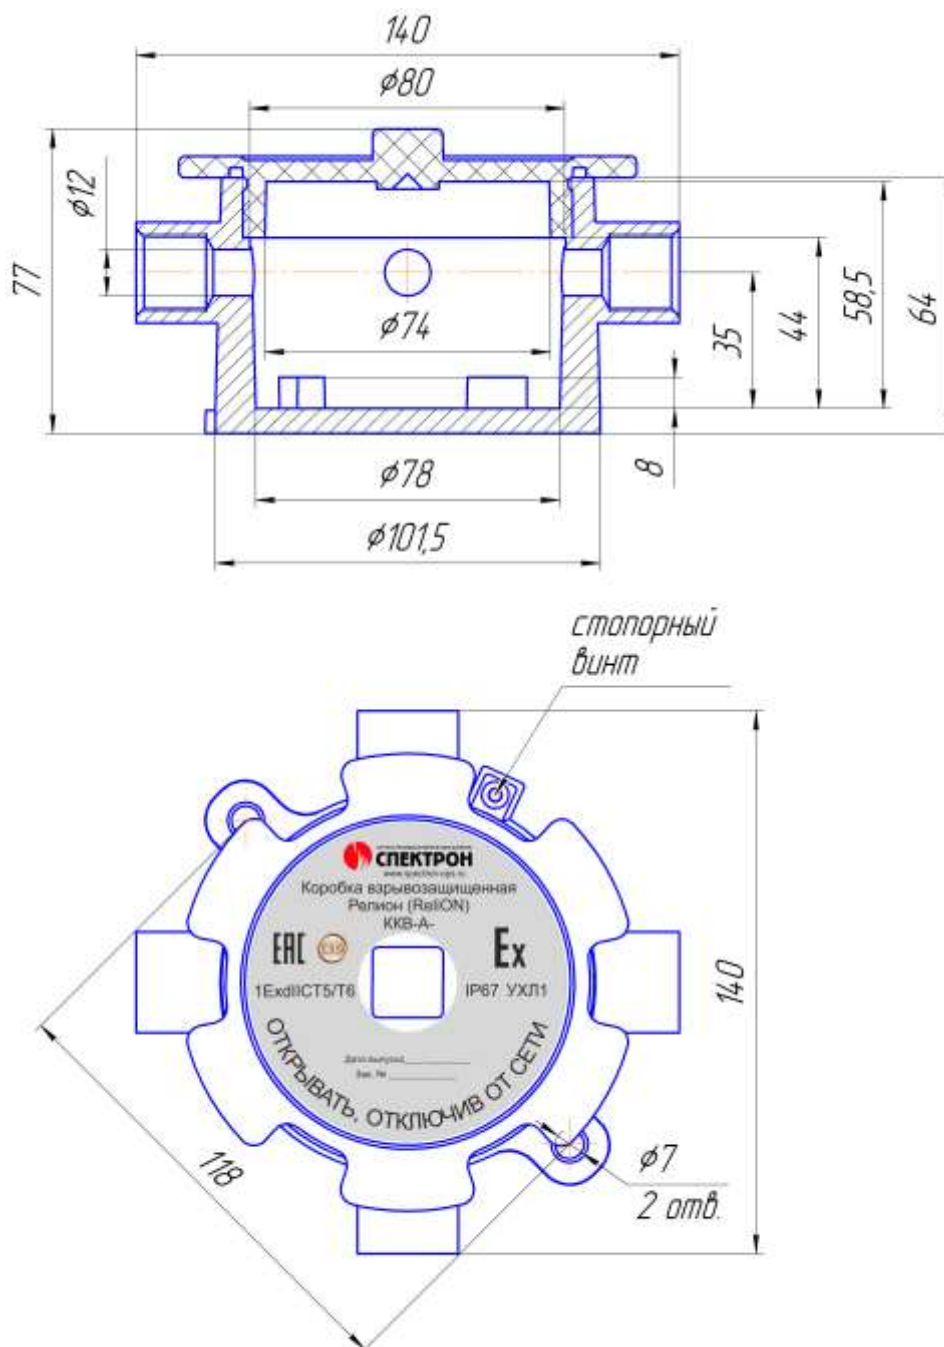

Рис. 1 – Габаритные размеры коробки
Габаритные размеры коробки указаны на рис. 1.
- разметить место крепления коробки к рабочей поверхности, рис. 1;
- для предотвращения от самоотвинчивания крышки использовать стопорный винт с внутренним шестигранником, рис. 1.